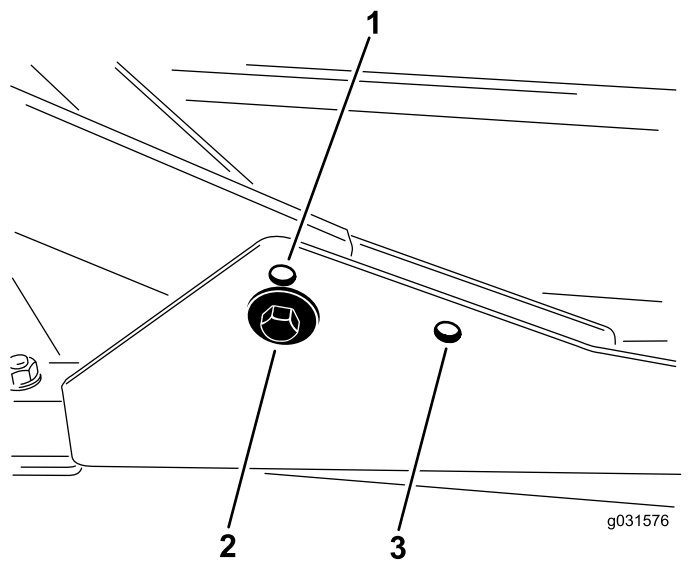

図 15
2. 刈高を 63-100 mm にセットする場合には、前キャリアフレームを上側の穴に取り付けます 図 15。
後 Cutting デッキは、刈り高に関係なく後側の取り付け穴を使って取り付けます 図 15。